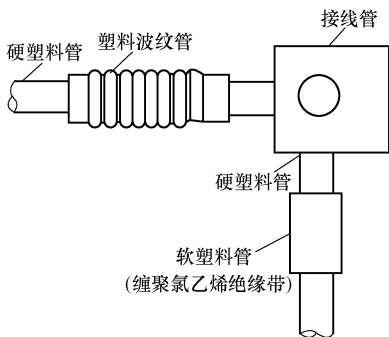

图 7-21 硬塑料管温度补偿装置
(1) 管径在 20mm 及以下时，管卡间的距离为 1m；管径在 25~40mm 时，管卡间的距离为 1.2~1.5m；管径在 50mm 及以上时，管卡间的距离为 2m。硬塑料管也可在角铁支架上架空敷设，支架间距离不得大于上述距离标准。
(2) 需穿过楼板时，在距楼板 0.5m 的一段塑料管要套钢管保护。
(3) 硬塑料管与蒸汽管平行敷设时，两管之间距离不应小于 0.5m。
(4) 因为硬聚氯乙烯塑料管的热膨胀系数比钢管大，所以硬塑料管敷设时要考虑热膨胀，一般应在管路直线部分每隔 30m 加装一个补偿装置，如图 7-21 所示。该装置实质上是在硬塑料管之间插入一节塑料波纹管。也可在硬塑料管之间套接软塑料管，再缠聚氯乙烯绝缘带。其目的是在硬塑料管膨胀时有收缩活动的余地。